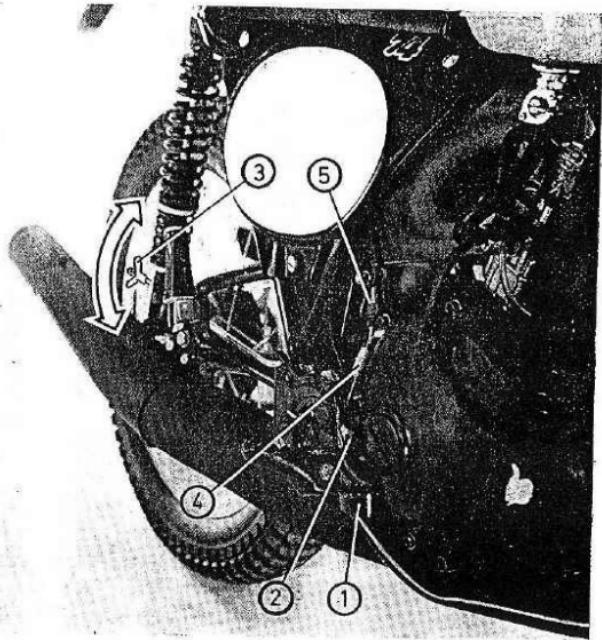

Fig. 22
1. Uso del tensor. Para ajustar el juego del pedal, usar el tensor (fig. 22). Si este tensor está ya al final de su recorrido proceder entonces como sigue:
1. **Utilisation du tenseur.** Pour régler la pédale utiliser le tenseur (fig. 22). Si ce tenseur est déjà en fin de course, procéder comme suit: